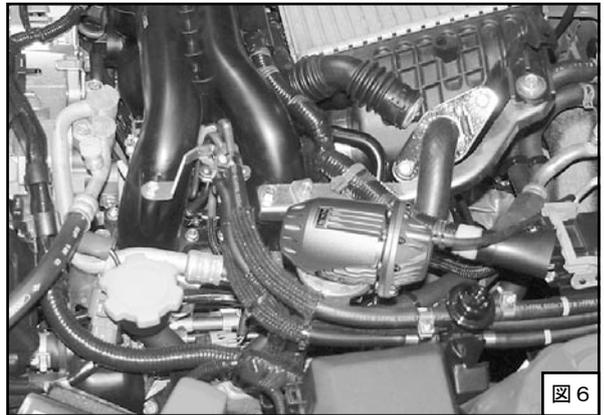
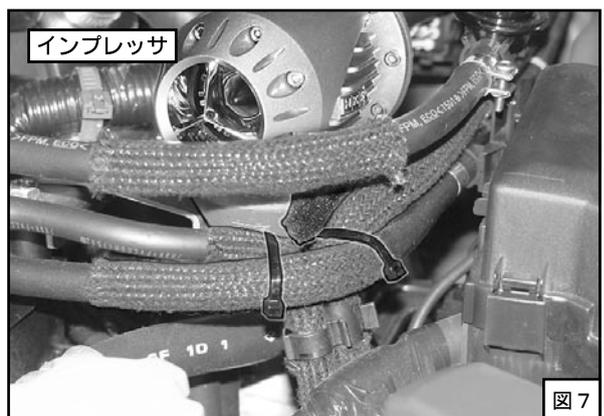

図6
図7
- (8) ブローオフアセンブリやブローオフステーがボディなどと干渉しない様位置を決め、ホースバンド・ボルトを本締めしてください。（図6）
- (9) 1.-(6) で外したワイヤーハーネスのコネクタとハーネスクランプを元のように取付けてください。（図6）
- (10) ホース類がたるまない様、キットパーツのタイラップ（大）で固定してください。
- (11) **インプレッサ** 図7の位置を参考にフューエルホースをキット付属のタイラップ（中）で束ねてください。その際、ホースがつぶれたり、無理な力がかからないようにしてください。（図7）
- (12) ブローオフアセンブリとフューエルホースが干渉する箇所にクッションテープを貼付けてください。（図7）